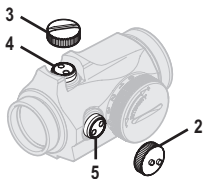

Рис. 2. Снятие колпаков
- a Снимите крышки для линз (11) и (12).
- b Поверните поворотный переключатель (8) по часовой стрелке до положения, при котором прицельная точка будет достаточно хорошо видна на фоне мишени.
- c Чтобы воспользоваться винтом вертикальной (4) и горизонтальной (5) регулировки, снимите колпак регулировочного механизма (2) и колпак (3). См. рисунок 2.